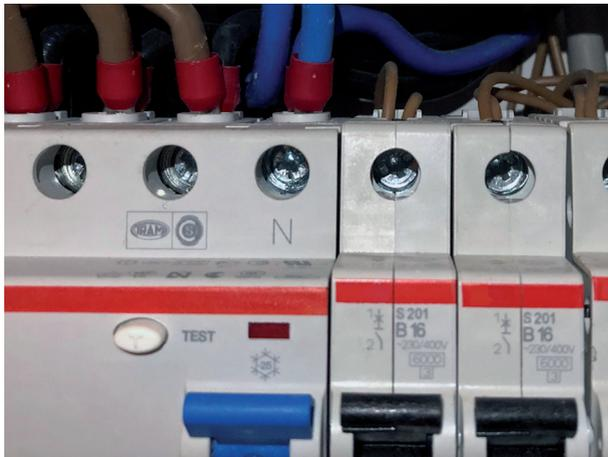

Abb. 3: Verdeckter (fingersicherer) Einbau von Anschlussklemmen
- durch verdeckten Einbau aktiver Teile z. B. von Anschlussklemmen (Abb. 3),